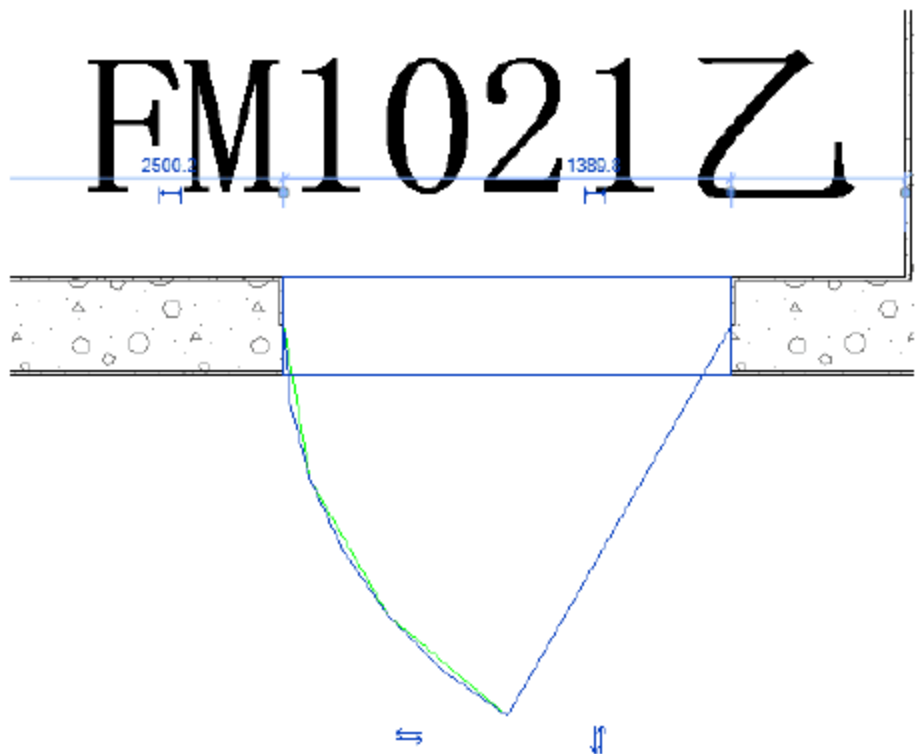
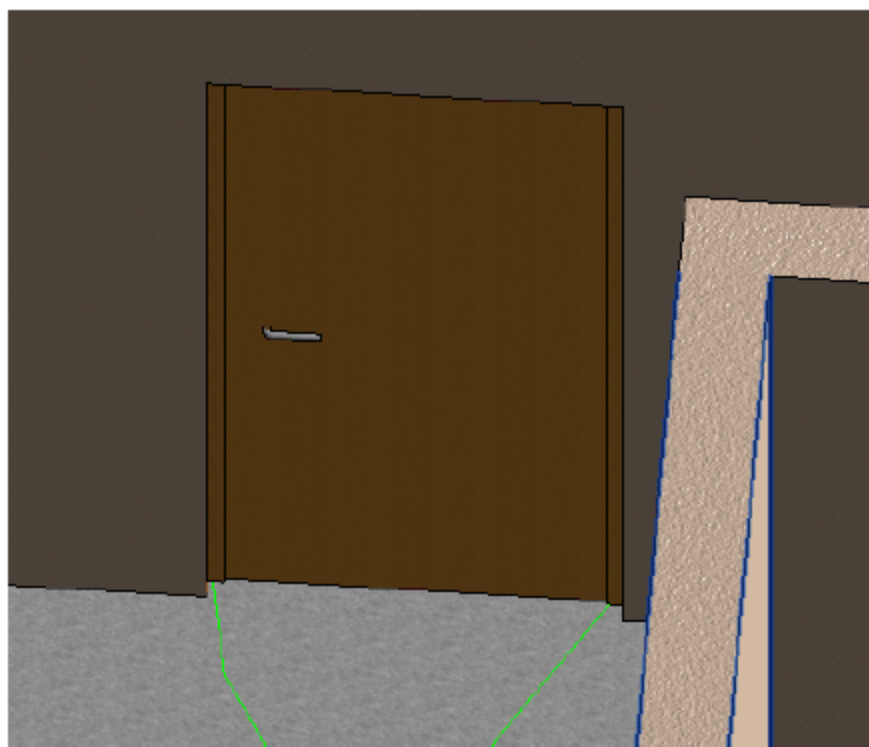

图 9.3.11 完成翻转“FM1021 乙”实例开门方向
图 9.3.12 3D 效果图
(9) 完成翻转“FM1021 乙”实例开门方向，如图 9.3.11 所示，3D 效果图如图 9.3.12 所示。